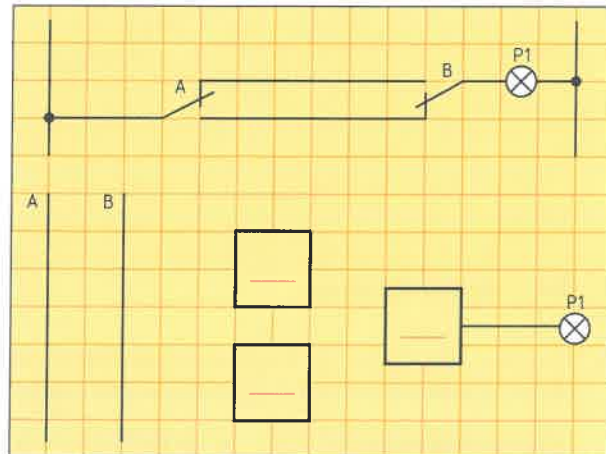

Bild 2: Wechselschaltung
2. Ergänzen Sie die Schaltung der Binärelemente zur Wechselschaltung (**Bild 2**). Ermitteln Sie die Schaltfunktion zu P1 und vervollständigen Sie die **Tabelle 3**.